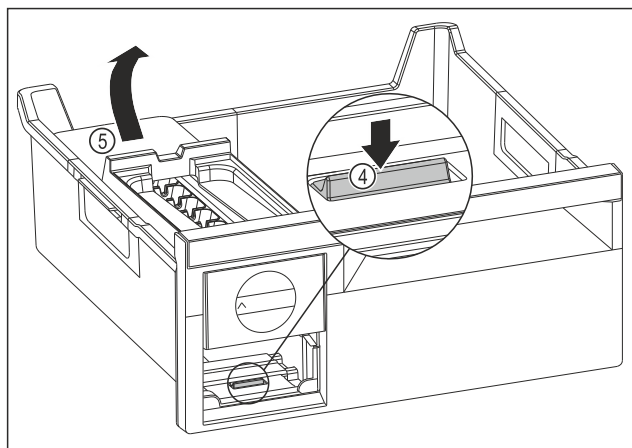

Fig. 174
- EasyTwist-Ice-Körper entnehmen: Lasche Fig. 174 (4) mit Finger nach unten drücken und gleichzeitig mit der anderen Hand den EasyTwist-Ice-Körper Fig. 174 (5) von hinten anheben.